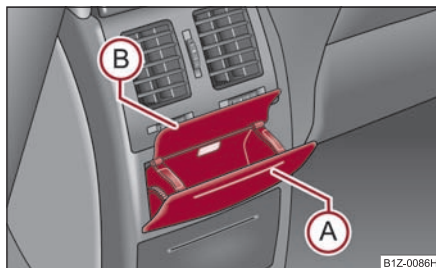

Fig. 118 Consola centrală superioară: Scumiera spate
- Apăsați pe partea superioară a capacului scumierei în zona **(A)** ⇒ fig. 118.